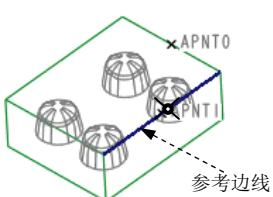
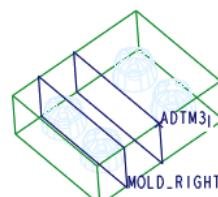

图 22.8 创建基准点 APNT1
图 22.9 创建基准平面 ADTM3
(1) 创建图 22.8 所示的基准点 APNT1。
- ① 单击 **模具** 功能选项卡 **基准** ▾ 区域中的 按钮。
- ② 在图 22.8 中选取坯料的边线。
- ③ 在“基准点”对话框中，先选择基准点的定位方式 **比率**，然后在左边的文本框中输入基准点的定位数值（比率系数）0.5。
- ④ 在“基准点”对话框中单击 **确定** 按钮。
(2) 穿过基准点 APNT1，创建如图 22.9 所示的基准平面 ADTM3。操作过程如下。
- ① 单击 **模型** 功能选项卡 **基准** ▾ 区域中的“平面”按钮 .
- ② 在图 22.8 中选取基准点 APNT1。
- ③ 按住 Ctrl 键，选取 MOLD_RIGHT 基准平面。
- ④ 在“基准平面”对话框中单击 **确定** 按钮。